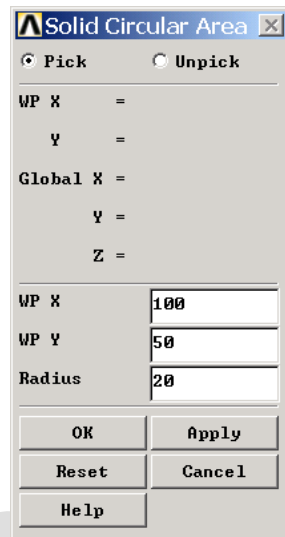

图1.31 创建圆形对话框
(3) 单击 Main Menu>Preprocessor>Modeling>Create>Areas>Circle>Solid Circle 菜单,弹出如图 1.31 所示的对话框。